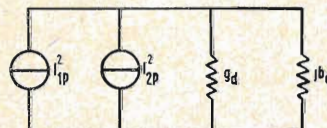

Fig. 2.1-1
2.1. Per lo svolgimento dei calcoli conviene trasformare il circuito equivalente del diodo tunnel in serie, in quello in parallelo. Fig. 2.1-1 [1].